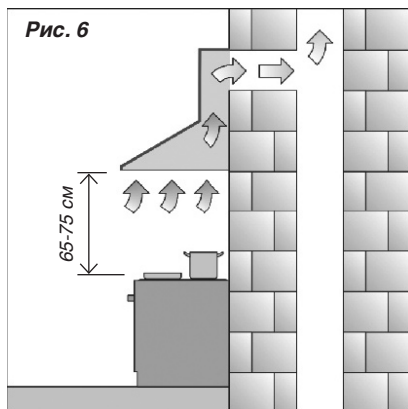

Рис. 6
- Воздухоочиститель необходимо устанавливать над электрическими плитами на высоте не менее 65 см, над газовыми горелками — не менее 75 см. (Рис. 6, 7).
В РЕЖИМЕ ОТВОДА ВОЗДУХА ЧЕРЕЗ ВЕНТИЛЯЦИОННУЮ ШАХТУ (Рис. 6) воздухоочиститель посредством гофрированного шланга или пластикового воздуховода подключается к вентиляционной шахте. И, таким образом, все кухонные испарения, запахи, гарь и копоть, проходя через многоразовые алюминиевые жироулавливающие фильтры, выводятся за пределы помещения. При данном режиме работы нет необходимости устанавливать угольные акриловые запахоулавливающие фильтры. Режим отвода является наиболее эффективным, поскольку воздухоочиститель удаляет все кухонные испарения за пределы кухни в вентиляционную шахту.